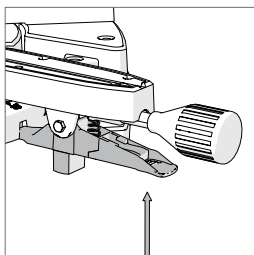

Рис. 31
- Поднимите вверх стопорный рычаг фиксированных углов (**рис. 31**).